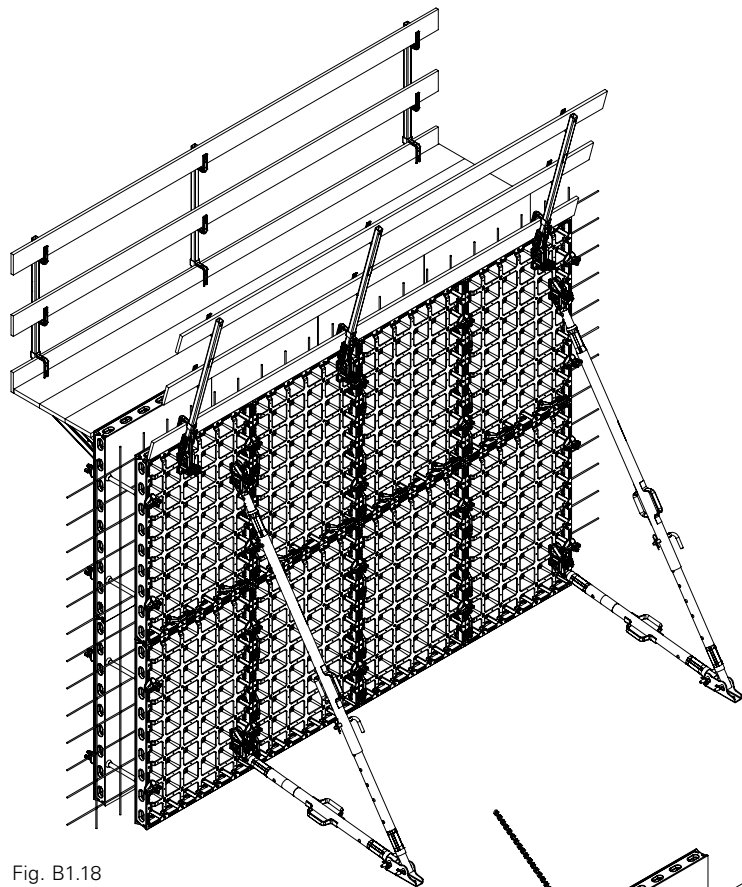

Fig. B1.18
2. Trasportare con la gru il primo paramento della cassaforma al luogo di impiego. (Fig. B1.18)
2. Posizionare il secondo paramento davanti al primo con la gru. (Fig. B1.18)